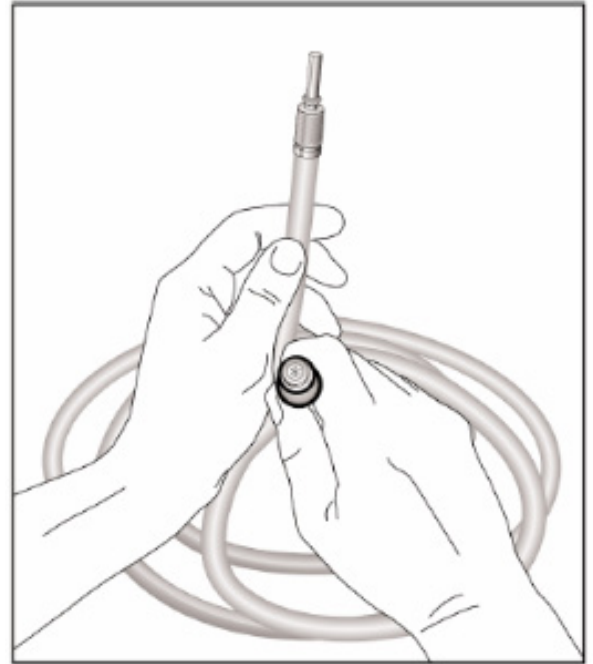

图 7. 光导纤维光缆检查
2. 将光缆一端指向亮光，检查另一端是否有损坏的纤维，例如，是否可看到黑点或深灰色斑区（图 7）。光缆内若有过多断裂的光纤，将会导致光传输质量降低。